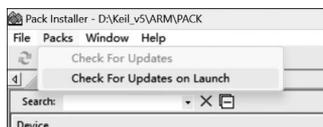

图 3.16 启动后检查更新选项
(9) 打开 Keil 软件的安装目录,在 Keil_v5\UV4 文件夹下找到 PackInstaller.exe,右击该图标,选择以管理员身份运行。
(10) 由于默认启动后会检查更新,影响后续操作,因此需要先取消选中“启动后自动更新”选项,即取消选中 Packs→Check For Updates on Launch,如图 3.16 所示。取消选中后再以管理员身份运行 PackInstaller.exe。